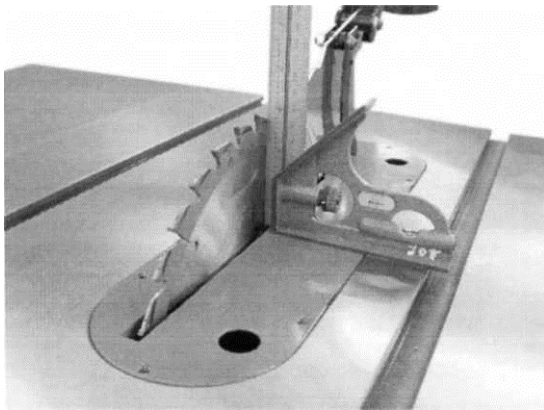

Рис. 19
6. Затяните контргайку (А см. рис. 19).